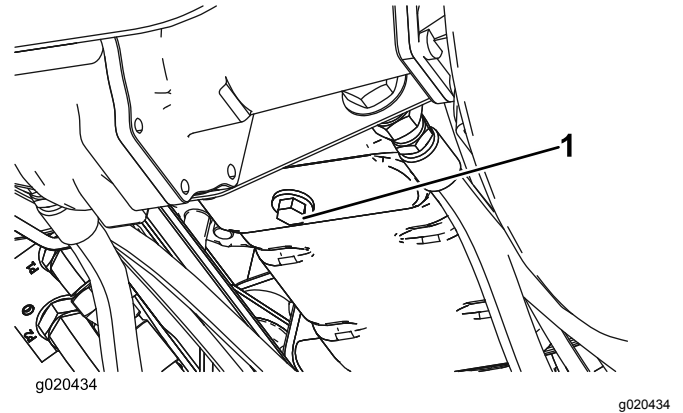

Figura 29
1. Retire o tampão de escoamento (Figura 29) e deixe o óleo escorrer para um recipiente adequado. Quando o óleo parar, volte a montar o tampão de escoamento.